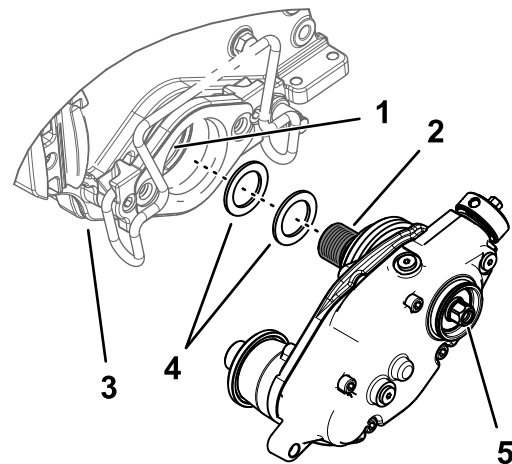

Bild 12
2. Wenn der Groomerantrieb an der linken Seite des Mähwerks montiert ist, legen Sie zwei Beilagscheiben auf das Gewinde des schwarzen Spindeladapters (**Bild 12**).
4. Befestigen Sie den Groomerantrieb an der Spindelwelle (**Bild 12**).
6. Ziehen Sie bei zurückgehaltener Spindel den Sechskantantrieb der Antriebswelle auf ein Drehmoment von 135-150 N·m an, siehe Bild 12.